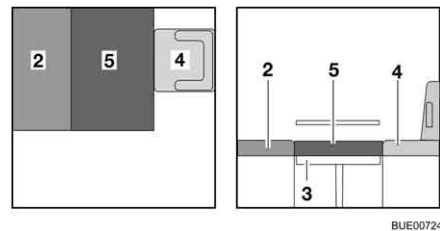

Fig. 121 Después de la transformación
- Colocar el cojín adicional (Fig. 121,5) en la mesa.
- De ser necesario, volver a empujar el asiento del conductor (Fig. 121,4) hacia atrás.